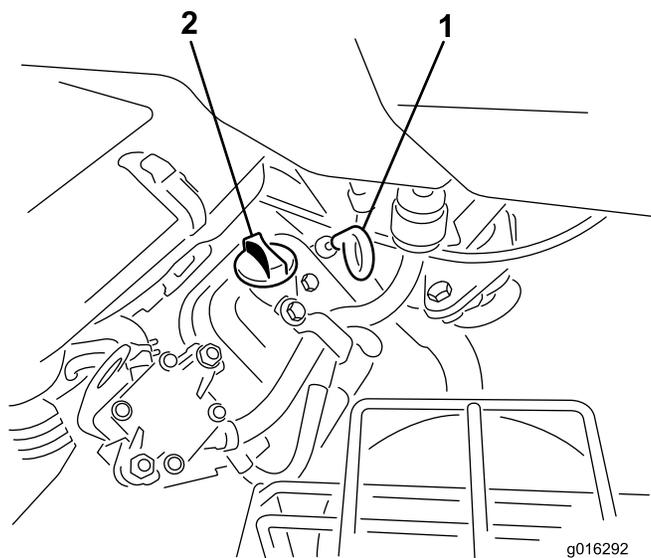

図 28
2. ディップスティックを抜き、ウェスで一度きれいに拭く。ディップスティックを、チューブの根元までもう一度しっかりと差し込む（図28）。